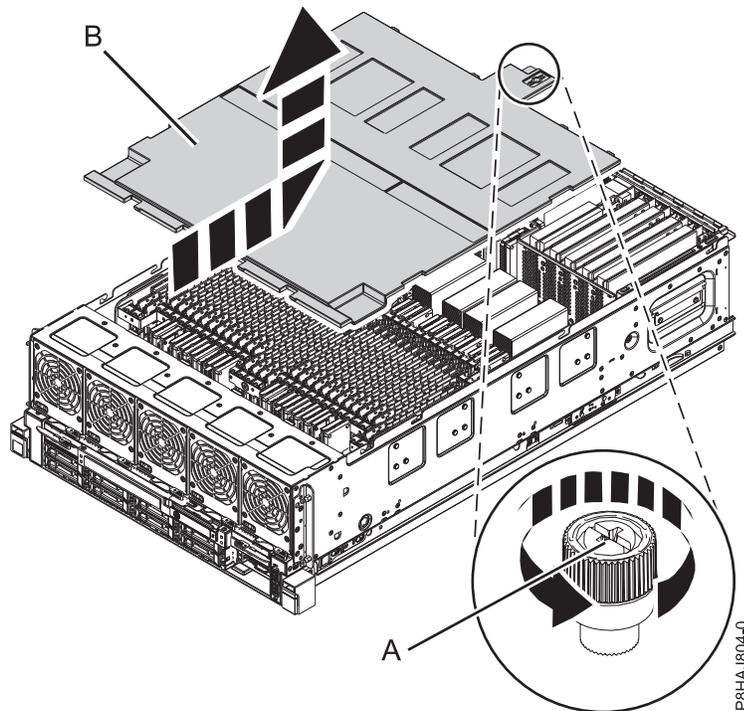

Abbildung 35. Sicherheitsabdeckung ausbauen
2. Lösen Sie die Rändelschraube (**A**) an der Rückseite der Abdeckung, indem Sie sie in die in Abb. 35 auf Seite 57 gezeigte Richtung drehen.